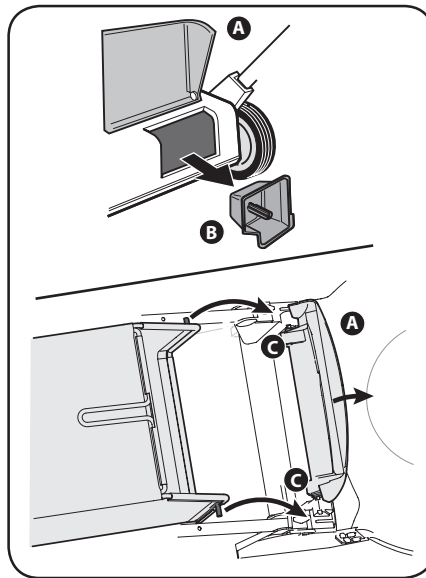

Figura 2-7
2. Siga los pasos a continuación para ensamblar el colector de césped. Vea la Figura 2-7.